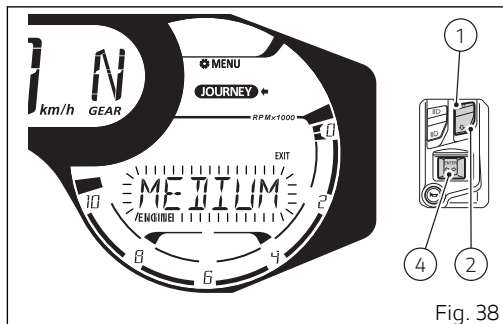

Fig. 38
Al entrar en la función, la potencia motor actualmente programada ("HIGH", "MEDIUM" o "LOW") comienza a parpadear (Fig. 38). Con los pulsadores (1) y (2) es posible seleccionar ciclicamente los valores "HIGH", "MEDIUM", "LOW" y la inscripción "EXIT" con borde parpadeante.